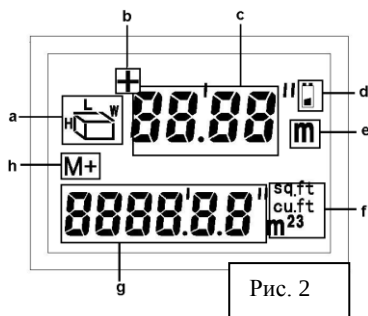

Рис. 2
## Дисплей устройства (Рис. 2)
- При однократном непродолжительном нажатии на кнопку “READ” будет произведено автоматическое измерение расстояния, после чего данные измерения будут отображены на дисплее, в верхней строке (с, рис.2).